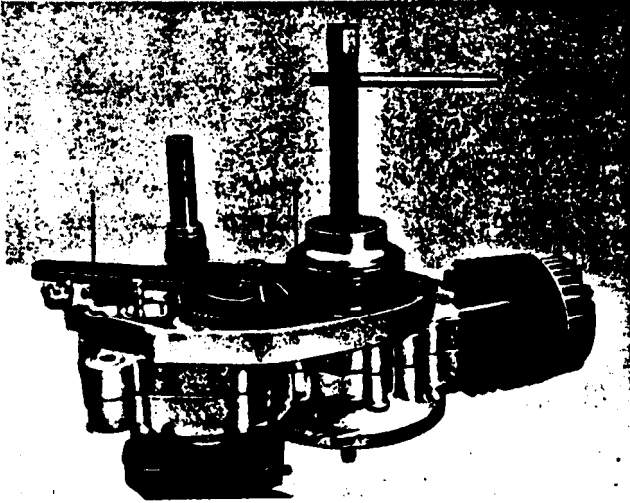

Fig. 30 Montage koppeling
- 1 Grote vertragingstandwiel (fig. 30/2) op de tussenas plaatsen totdat de borst aan de onderzijde van dit tandwiel aanligt op de binnenring van het kogellager.
- 4 Moerborgplaten van krukas- en tussenasmoer aanbrengen. Krukasmoer opschroeven. Blokkeersleutel 050.7014 (fig. 30/1) zo op het tussentandwiel plaatsen, dat deze met zijn pennen in de gaten van het tussentandwiel valt. Nu met een sleutel SW-14 aan de krukasmoer draaien tot de blokkeersleutel tegen de koppelingstrommel rust. Dan de moer zover draaien tot de koppeling slipt. Niet trachten deze moer nog vaster te draaien, aangezien dan de kans bestaat dat het schroefdraadeind afgedraaid wordt.